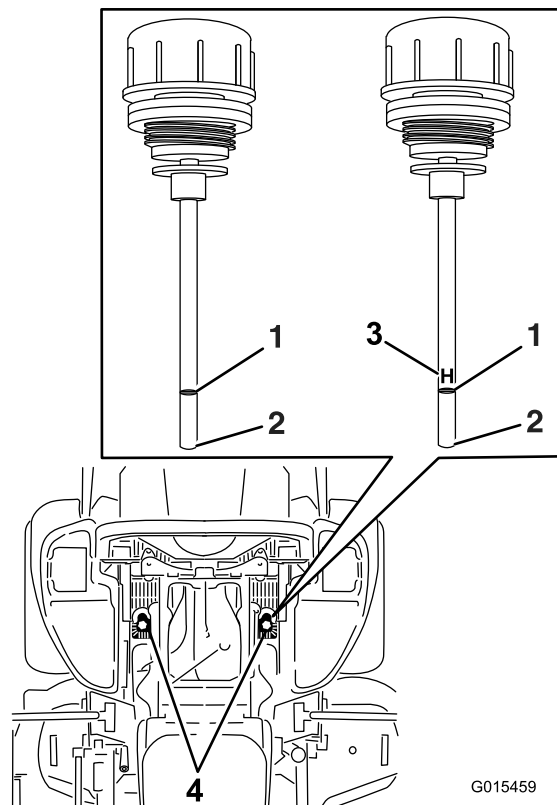

Figura 88
- Limpie la zona alrededor de las varillas de los depósitos del sistema hidráulico (Figura 88).
- Retire una varilla del depósito hidráulico (Figura 88).
- Retire la varilla e inspeccione el extremo (Figura 88).